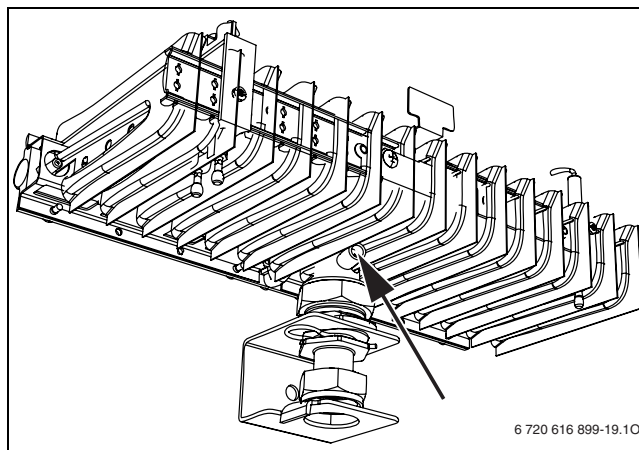

Fig. 44
- ▶ Pour « min » prendre la pression aux injecteurs indiquée (mbar) dans le tableau sur la page 56. Régler la pression aux injecteurs au moyen de la vis de réglage de débit gaz minimal (→fig. 44 [2]).